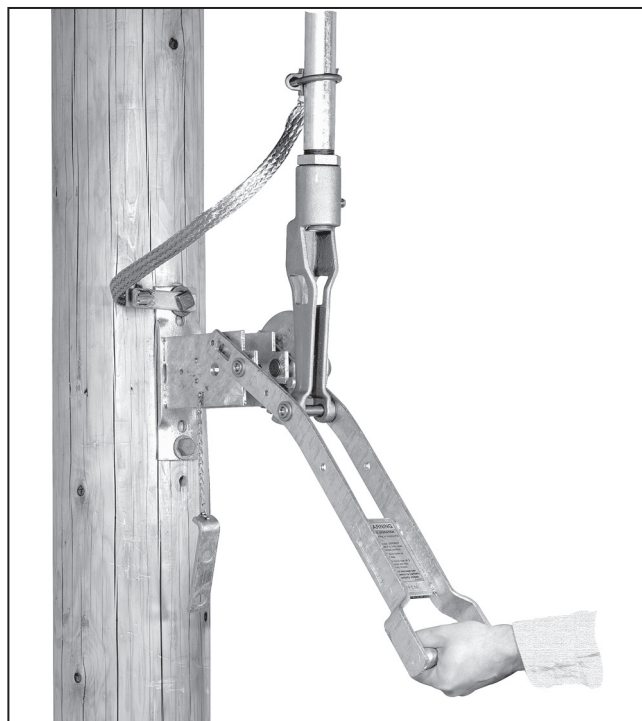

Figura 32. Verificación de que se ha eliminado el juego del varillaje de operación.
PASO 30. Mueva *lentamente* la palanca de operación a la posición **Closed (Cerrado)**. Ver Figura 32. Se debe sentir una resistencia firme al final de la carrera, indicando que toda la holgura en la articulación de operación ha sido recogida.